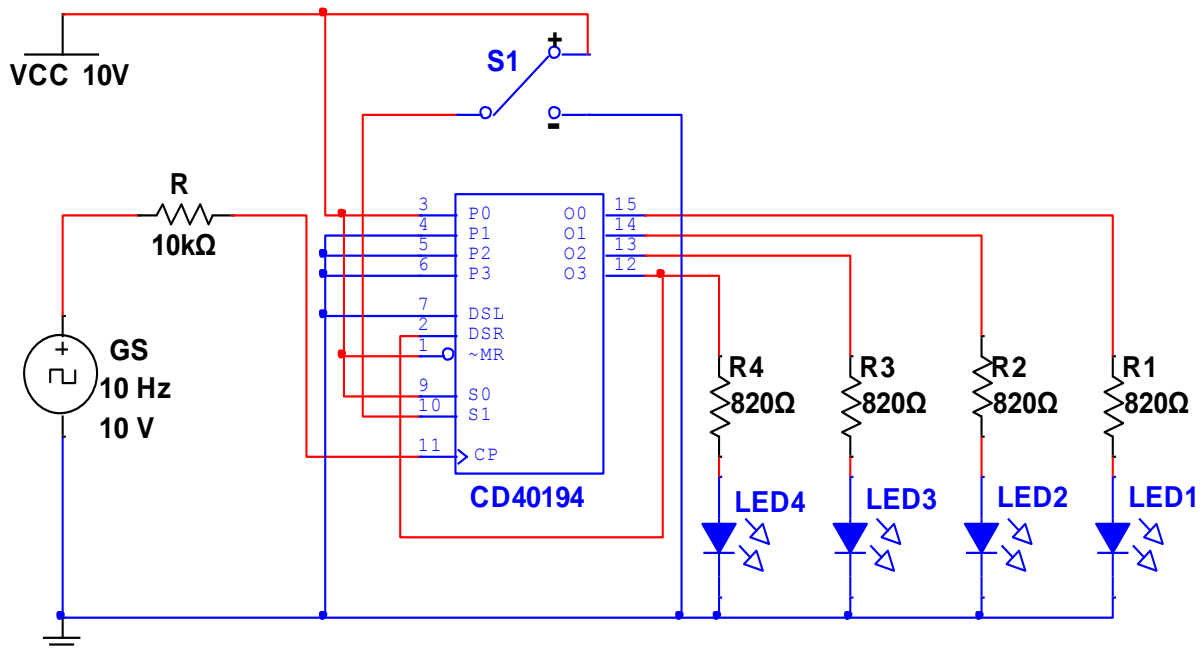

Figura 6.5.6 Aplicație cu numărătorul în inel – CD40194
2. Realizează practic, pe o plăcuță de probă montajul schemei din figura 6.5.6.
4. Conectează sursa de alimentare și generatorul de semnal conform schemei din figura 6.5.6.
7. Pornește sursa de alimentare, regleaz-o la valoarea indicată în schema din figura 6.5.6.